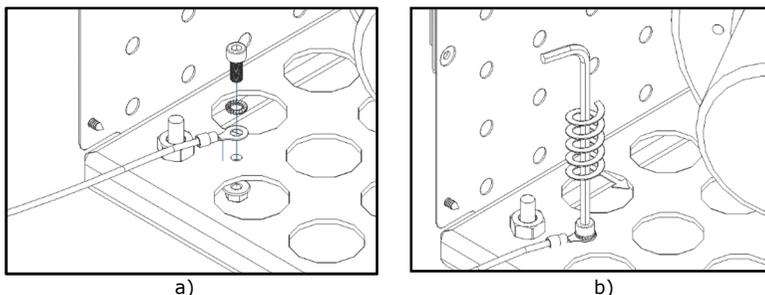

Figura 65 – Ligação cabo de terra do ventilador
k) Para realizar a ligações elétricas numa 1ª fase deve conectar o cabo terra a máquina. Para isso deve colocar uma das extremidades do cabo junto ao furo existente na base do equipamento. Com o parafuso C, porca e anilha apertar o cabo ao fundo tal como demostra a figura 65-b.